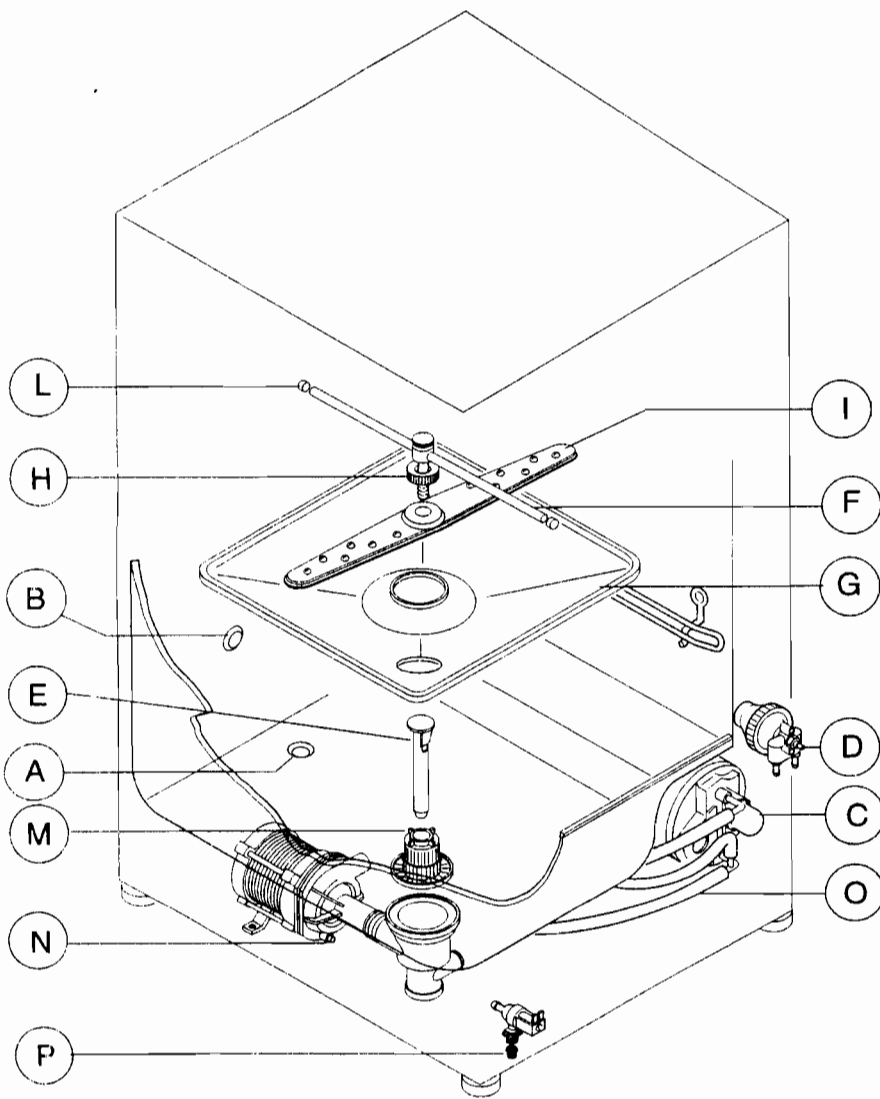

Fig. 2
- **Per modello senza dosatore e recipiente del brillantante:** collegare mediante tubo flessibile con diametro interno di 6 mm, il dosatore alla tubazione di alimentazione del boiler, dov'è predisposto un apposito raccordo "C" (fig.2).
Predisposizione per dosatore automatico di detersivo (fig.2)
Per variare il dosaggio agire opportunamente sulla vite "D" (fig.2). Per verificare l'efficacia del brillantante, osservare in trasparenza i